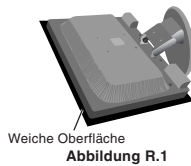

Abbildung R.1
- Legen Sie den Monitor mit der Vorderseite nach unten auf eine weiche Oberfläche (**Abbildung R.1**).